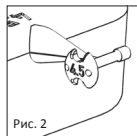

Рис. 2
■ **Рис.1а, 1б/2** Диск-измеритель (Рис. 1а, 1б) для полных протезов имеет восемь установленных в форме спутников отдельных измерителей различной длины (3.0-7.0 мм). Соответствующая длина нанесена на задней стороне каждого регулировочного приспособления (Рис. 2). Вырезы и отверстия выполнены так, чтобы уменьшить вес и обеспечить четкое видение во время проведения измерений в среднем ухе.